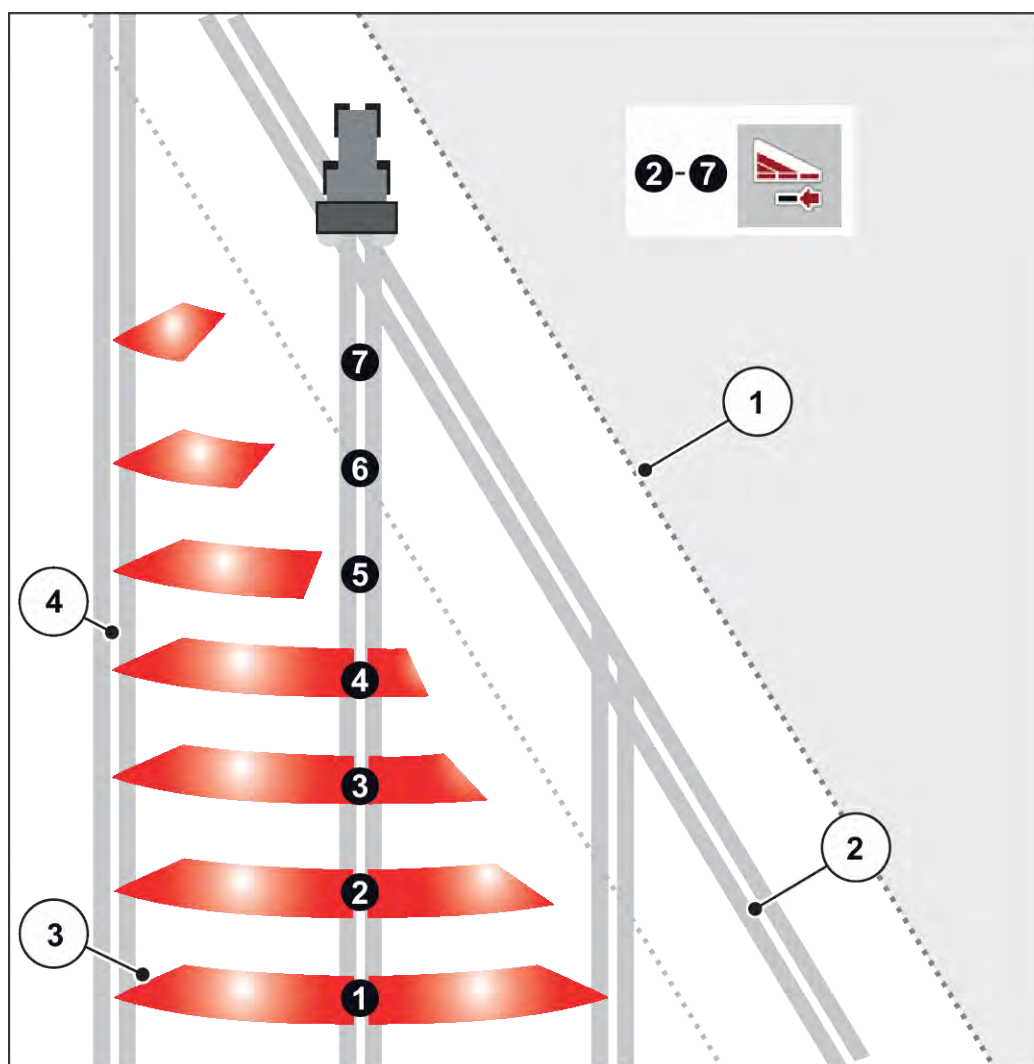

Fig. 41: Automatisk delbreddsomkoppling
- Delbreddsomkopplingen är möjlig utifrån och inåt eller inifrån och utåt. Se Fig. 41 Automatisk delbreddsomkoppling.